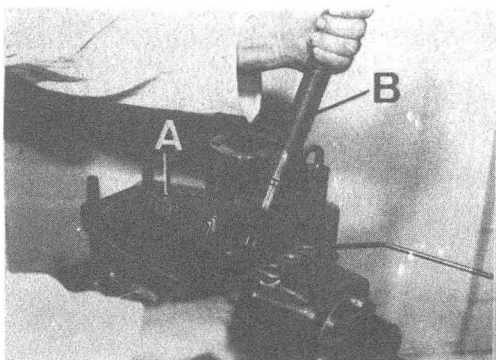
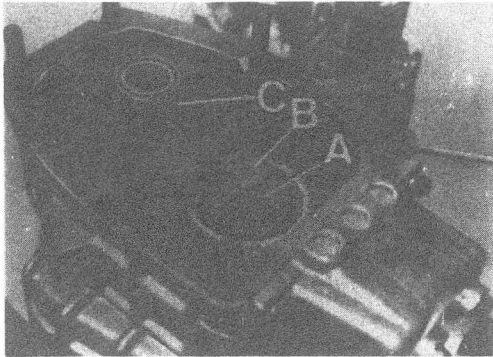

Fig. C1-90 Desmontaje eje primario
Fig. C1-91 Caja de velocidades
- 1.3. Desplazar hacia arriba y a un lado el eje intermediario, A (Fig. C1-90) y extraer el eje primario, B, observando que el cojinete de rodillos, A (Fig. C1-91) permanece alojado en el extremo del eje principal, B.
- 2.1. Montar el eje primario, B (Fig. C1-90) de forma similar o su desmontaje, comprobando que queda perfectamente alojado y que gira sin interferencias.